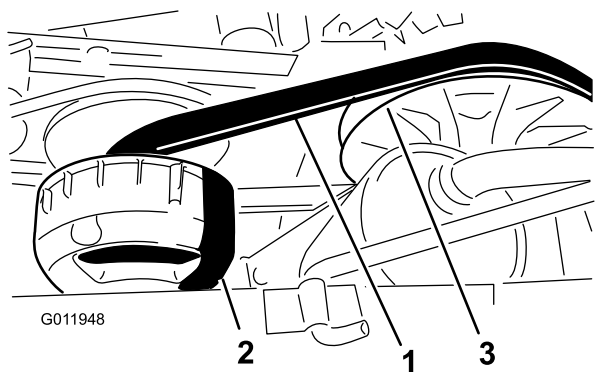

Bild 70
4. Drehen und prüfen Sie den Riemen (Bild 70) auf überdurchschnittliche Abnutzung oder Beschädigung.
3. Drehen Sie den Riemen und verlegen ihn über die sekundäre Kupplung (Bild 70).
4. Nehmen Sie den Riemen von der primären Kupplung (Bild 70).
5. Fluchten Sie den neuen Riemen über der primären Kupplung aus (Bild 70).
6. Drehen Sie den Riemen und verlegen ihn über die sekundäre Kupplung (Bild 70).